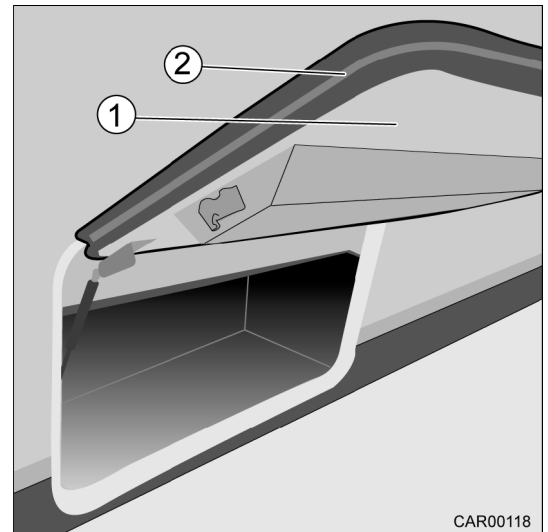

Fig. 49 Porte de soute
2. Tourner la manette un quart de tour dans le sens anti-horaire. La porte de soute (Fig. 49/1) s'ouvre.
1. Rabattre la soute (Fig. 49/1) en la tenant au bord extérieur (Fig. 49/2).